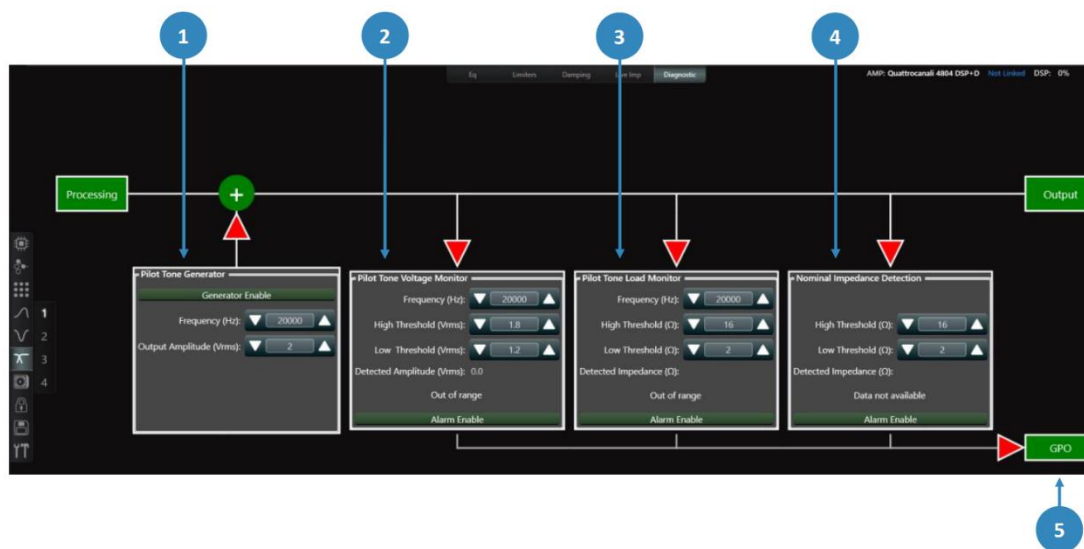

図 4 - Diagnostics
4. Diagnostics ページが表示され (図 4)、さまざまな監視ブロックが表示されます。